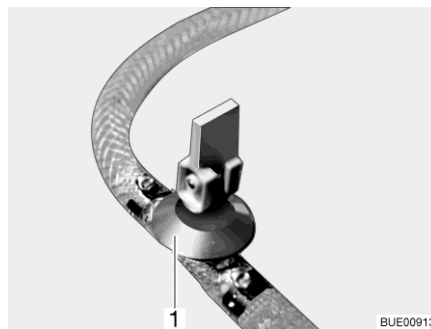
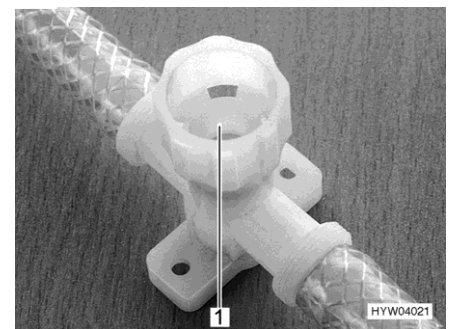

Bild 250 Ablasshahn (mit Kipphebel)
Bild 251 Ablasshahn (mit Drehkappe)
- Alle Ablasshähne schließen. Dazu den Kipphebel des Ablasshahns (Bild 250,1) waagrecht stellen oder die Kappe des Ablasshahns (Bild 251,1) im Uhrzeigersinn drehen.